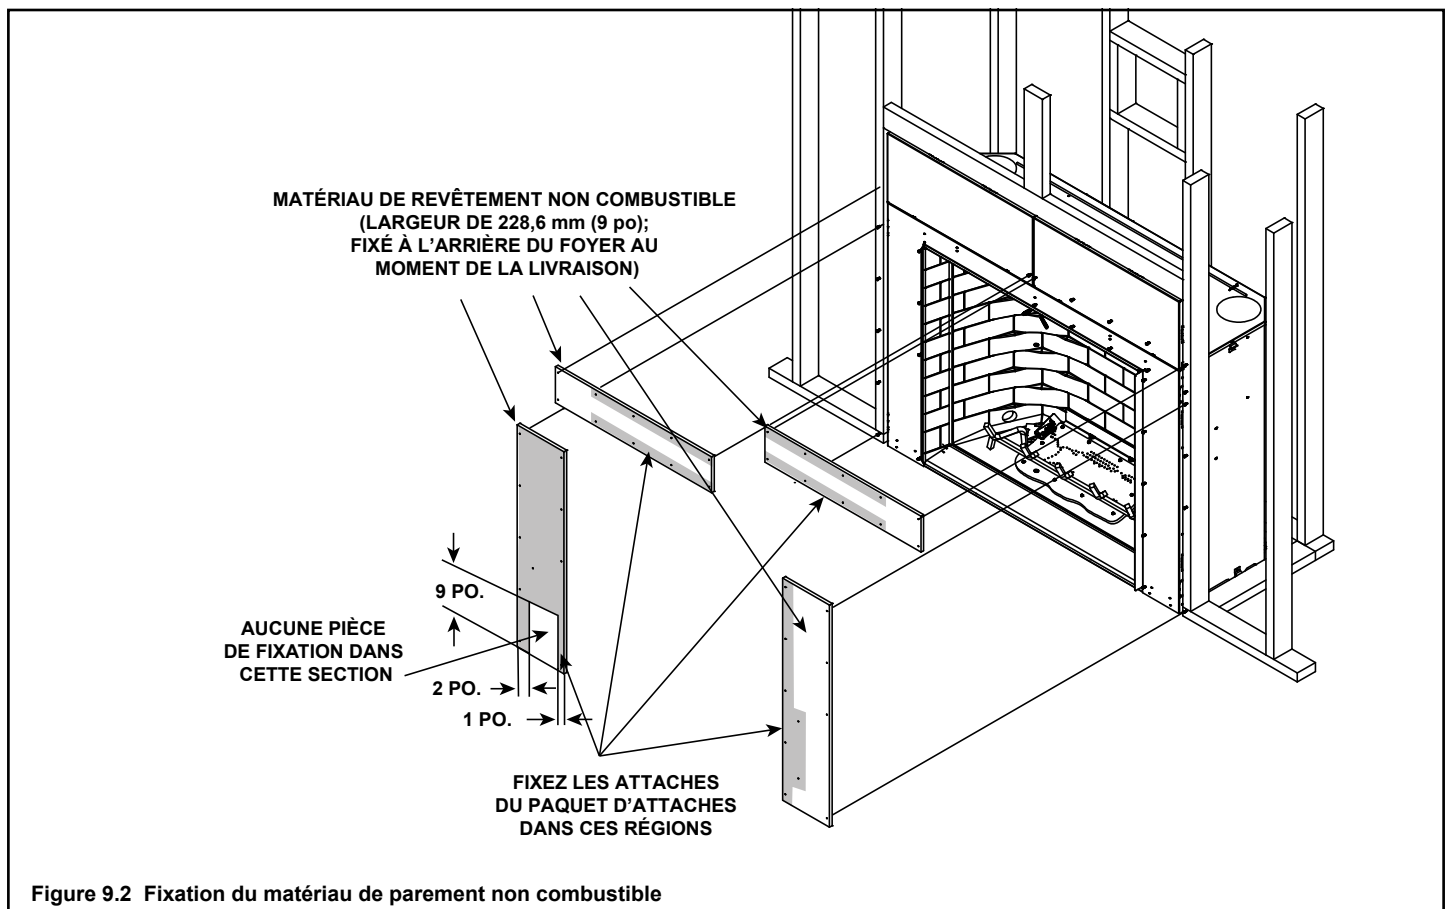

Figure 9.2 Fixation du matériau de parement non combustible
- Centrez et fixez les deux planches supérieures aux montants de charpente. Voir la figure 9.2.